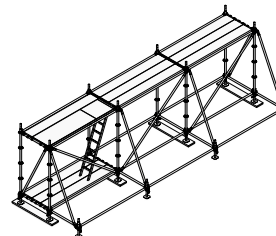

Fig. 26.3
- Niveau inférieur (Fig. 26.3)